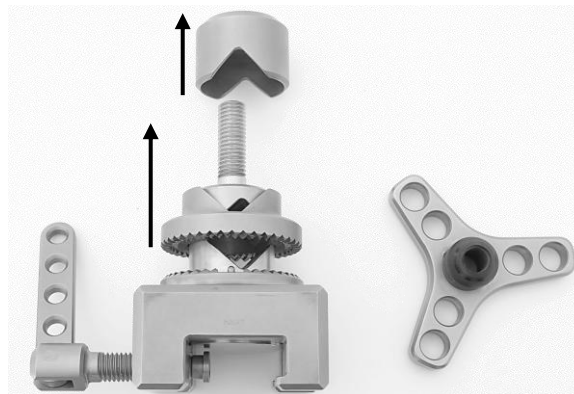

Abb. 17
Zuerst den oberen Teil der Klemmbacke (2) vom Gewinde des Sockels (4) ziehen, dann den unteren Teil der Klemmbacke (3) entfernen (Abb. 17).